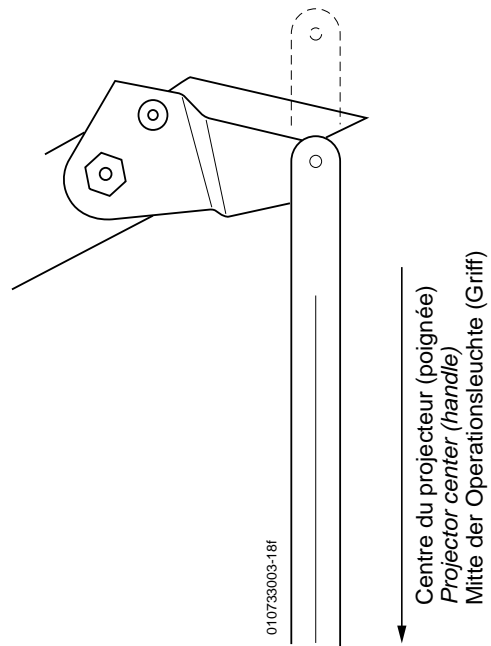

FIG. 5
- b)** tourner la poignée de focalisation et amener la biellette servant à l'articulation du miroir en limite de course côté centre du projecteur (FIG. 5).
- b)** *turn the focusing handle and bring the connecting-rod used for mirror articulation (see drawing) in limit of motion when moving toward the center of the lighthouse (FIG. 5).*
- b)** Den Fokussierungsknopf drehen um die zur Bewegung des Spiegels dienende Stange zur Endlage, auf der Mitte der Operationsleuchte, zu bringen (Abb. 5).